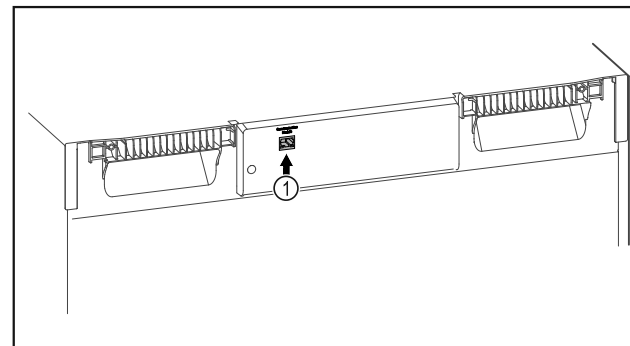

Fig. 112
- ☐ SmartModule Fig. 112 (1) ir ievietots.